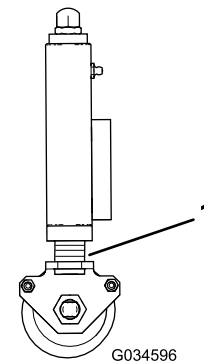

Figura 31
2. Assicuratevi che tutti gli apparati di taglio siano impostati alla stessa altezza di taglio, facendo riferimento agli anelli indicatori (Figura 31).